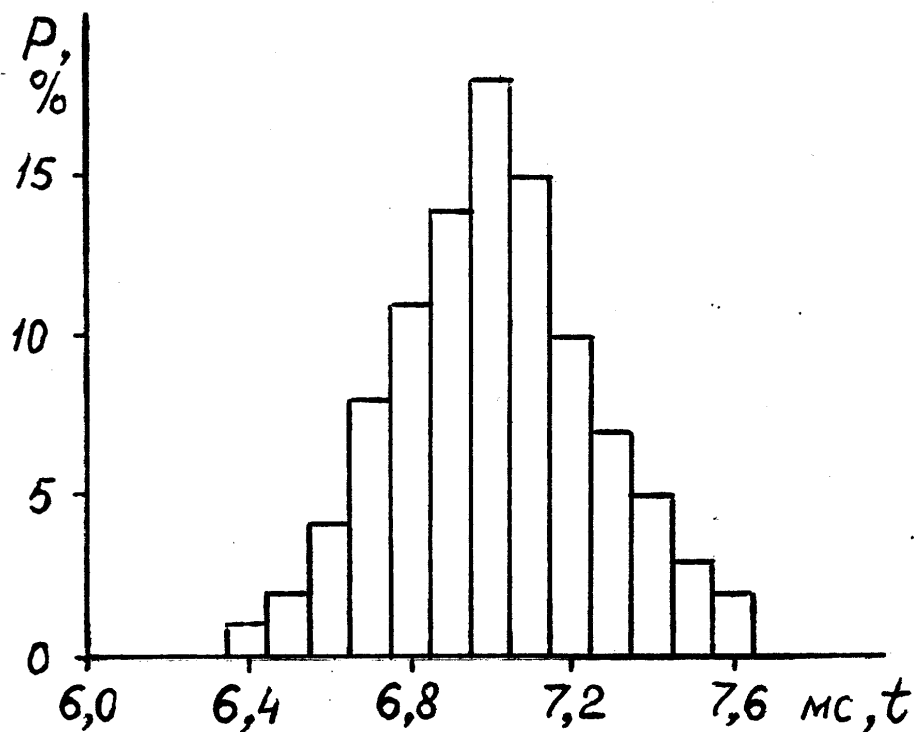

Рис.2
1. Построить гистограмму распределения P (%) времени дуги t и по ее виду сделать заключение, что результаты измерений распределены по закону, близкому к нормальному (пример построения гистограммы приведен на рис.2).